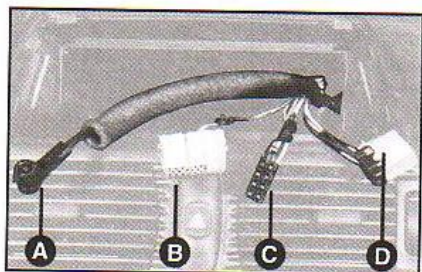

fig. 11
- conector para ligação da antena no teto, **fig. 11-A**;
- conector para ligação dos comandos do rádio no volante, **fig. 11-B** (disponível só para algumas versões);
- conector para ligação dos alto-falantes, **fig. 11-C**;
- conector para alimentação do rádio, **fig. 11-D**;